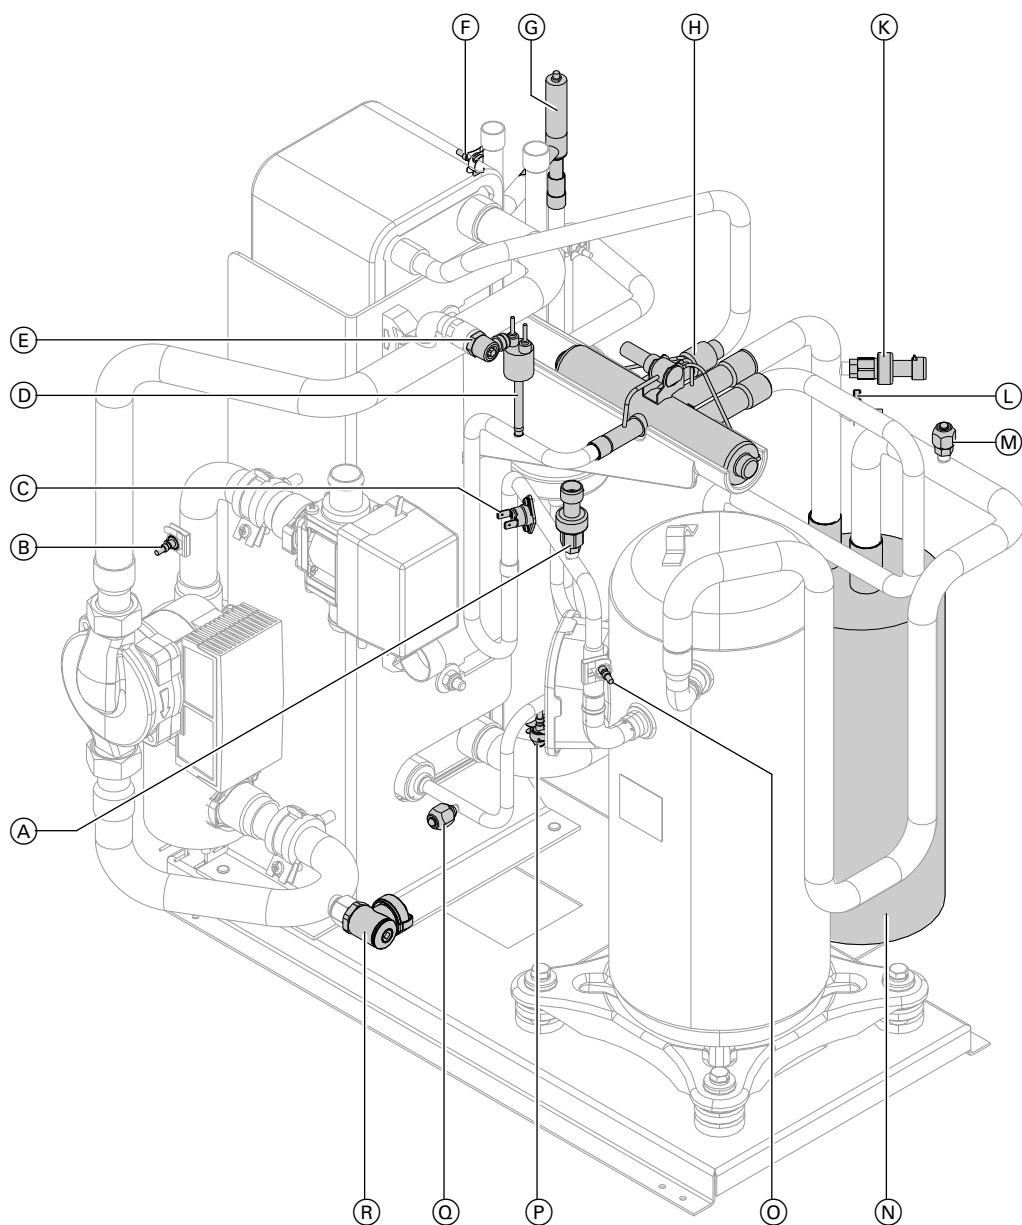

Abb.47
2. Wärmepumpe am Entleerungshahn entleeren: Siehe Abb. 47.
- Position der Sensoren in der Wärmepumpe: Siehe Abb. 47 auf Seite 57.